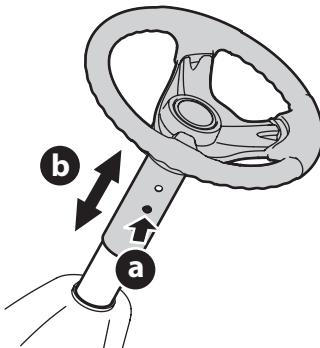

Figura 5
- Pulse el botón (a) de la columna de la dirección y eleve o baje el volante (b) hasta la posición deseada. Vea la Figura 5.